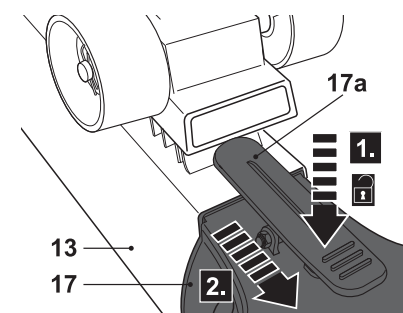

Fig. 7
- > Pressione a parte traseira do trinco (17a) e segure-a na sua posição (Fig.7, passo 1).
- > Puxe a cabeça para o chão (17) para fora do tubo telescópico (13) e liberte o trinco (Fig.7, passo 2).